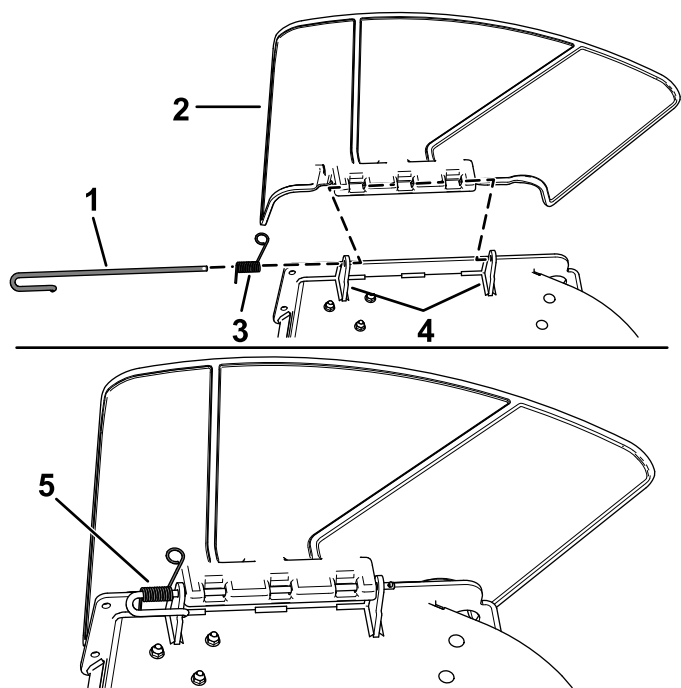

Figure 65
- Désengagez le ressort du cran dans le support de déflecteur et sortez la tige des supports soudés du tablier, du ressort et du déflecteur d'éjection (Figure 65).